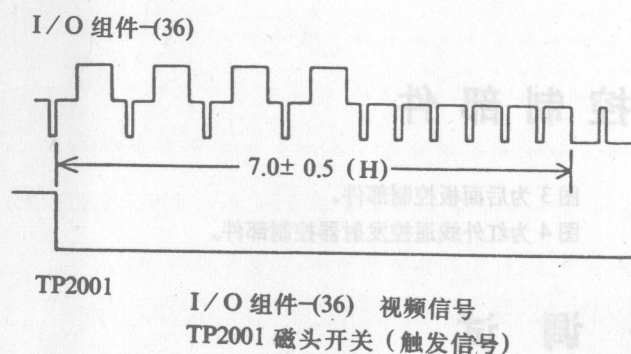

图5
- ③ 放校正用磁带(VFJ8125H3F);
④ 调节VR2001, 使相位移为 $7.0 \pm 0.5\text{Hz}$, 如图5所示。